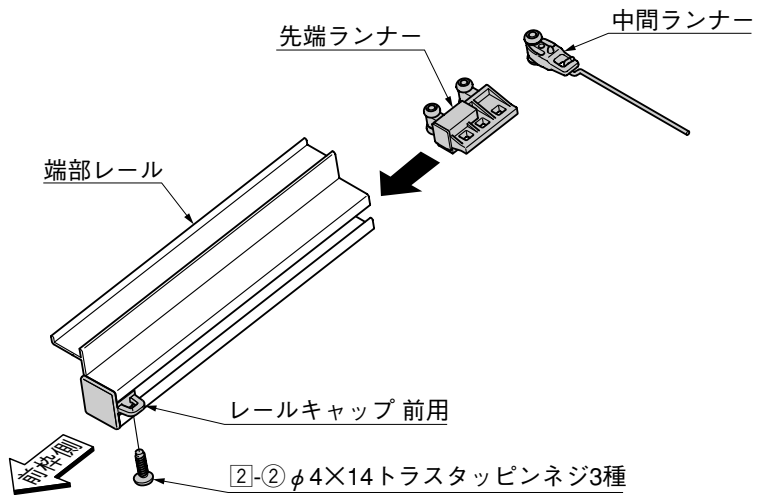

図3-6
- ③ 図3-6と、表3-2にしたがって、先端ランナーと、中間ランナーを端部レールに挿入してください。